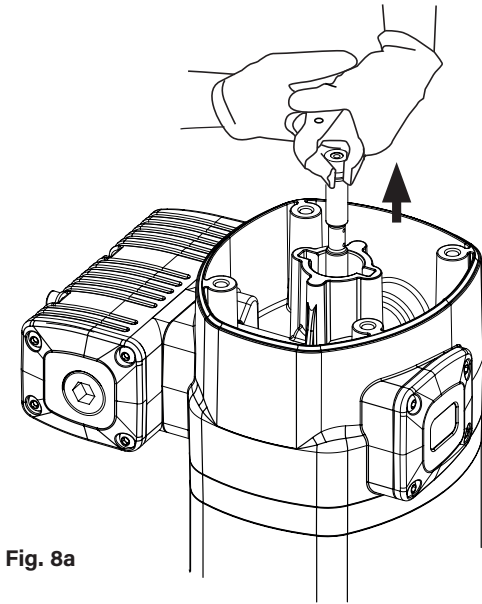
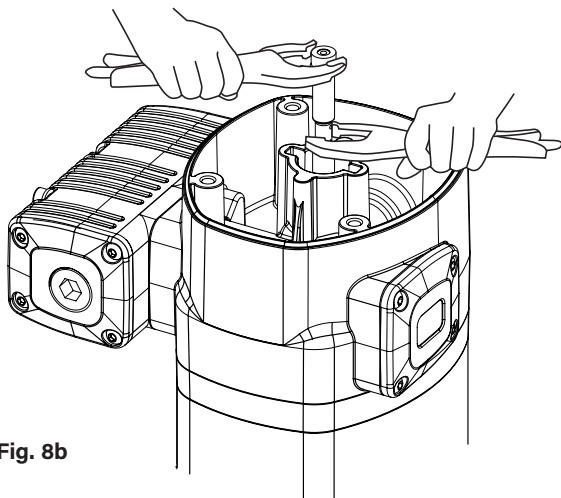

Fig. 8a
Fig. 8b
1. Unscrew the bolts (2) and remove the cap (3).
2. Unscrew the sensor sleeve (4).
3. With a manual clamp on the nut (5), pull the rod (40) outwards until its central recess appears (fig. 8a). Then, with another manual clamp, grab the rod (40) on the recess to prevent sealing surface from being damaged, and unscrew the nut (5) (fig. 8b).
4. Remove o-ring (6) and ring (7), and replace them with new ones later during reassembly.
5. Unscrew the bolts (55). Pull the motor body (13) outwards to free it along with bridle (36).
6. Take away the gasket (9) and replace its seals (8) and (10).
7. Unscrew the bolts (37) and split the motor (13) from the bridle (36). Take away the washer (32) and replace the seal (8).
8. Take away the cylinder (50) while carefully holding the air piston (45). Replace the piston seal (44).
9. Reassemble in reverse order, applying thread locker in screws (37), nut (5) and sensor sleeve (4).
1. Desenrosque los cuatro tornillos (2) y quite la tapa (3).
2. Desenrosque el tapón inversor (4).
3. Con ayuda de una mordaza manual sobre el casquillo (5), tire hacia fuera del vástago (40) hasta que aparezca su rebaje central (fig. 8a). Después, con otra mordaza manual agarre el vástago (40) en dicha zona rebajada central para no dañar la superficie destinada al sellado y desenrosque el casquillo (5) (fig. 8b).
4. Deseche la tórica (6) y el aro (7), y use otros nuevos posteriormente al volver a montar.
5. Desenrosque los cuatro tornillos (55). Tire hacia arriba del cabezal motor (13) hasta liberarlo junto con la brida (36).
6. Quite el casquillo inversor (9). Sustituya las juntas (8) y (10) de este casquillo.
7. Desenrosque los cinco tornillos (37) y separe el cuerpo motor (13) de la brida (36). Extraiga la arandela (32) y sustituya la junta (8).
8. Retire el cilindro (50) sujetando con cuidado el émbolo (45). Sustituya la junta (44) de dicho émbolo.
9. Vuelva a montar el conjunto en sentido inverso, aplicando fijador de rosca en los tornillos (37), casquillo (5) y tapón inversor (4).